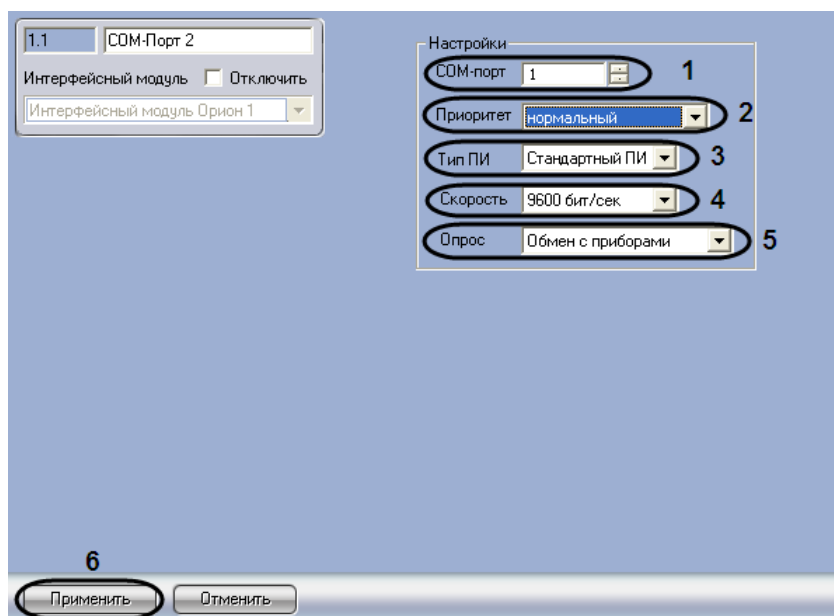

Рис. 3.3—4 Панель настройки объекта СОМ-порт
2. С помощью кнопок **вверх** - **вниз** установить номер СОМ-порта, к которому подключено оборудование ИСО Орион (см. Рис. 3.3—4, 1).
3. Из раскрывающегося списка **Приоритет** выбрать значение приоритета опроса модулем ИСО Орион оборудования, которое подключено к этому порту (**нормальный, высокий, низкий, очень низкий** или **почти остановленный**) (см. Рис. 3.3—4, 2).